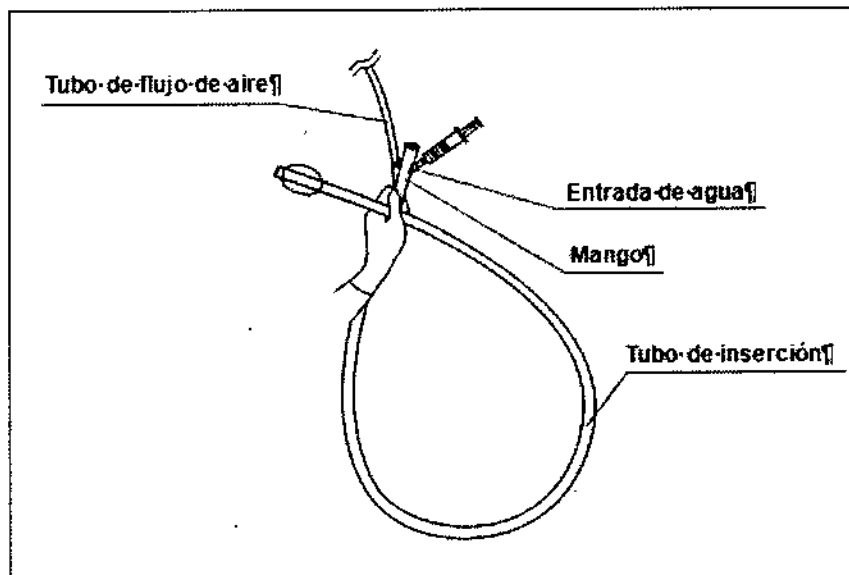

Figura 3.16
3. Sujete el mango del tubo de protección de un solo uso y el extremo distal del tubo de inserción (véase la figura 3.16).
4. Con la jeringa de 30 cm³ (30 ml), inyecte 20 cm³ (20 ml) de agua estéril por la entrada de agua del tubo de protección de un solo uso (véase la figura 3.16).